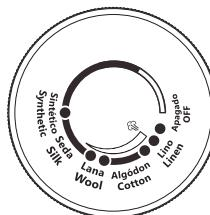

figura 4
- Coloque el Disco Selector de Temperatura (figura 4) en la temperatura correcta según lo indicado en la etiqueta o en la tabla que sigue.